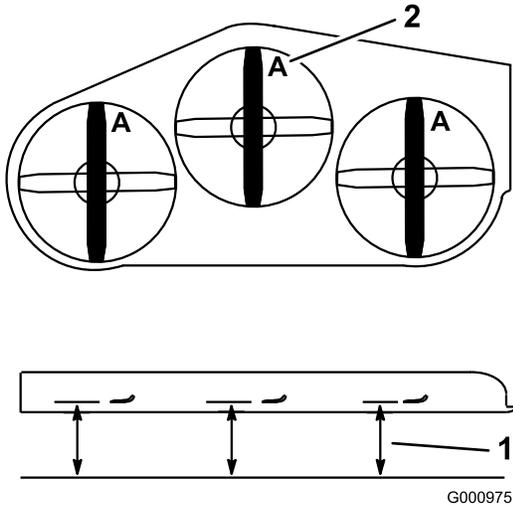

Bild 78
3. Drehen Sie die Schnittmesser, bis die Enden nach vorne und hinten gerichtet sind (Bild 78). Messen Sie von einer ebenen Fläche bis zu den Schnittkante (Position A) der Messer (Bild 78). Notieren Sie diesen Wert.